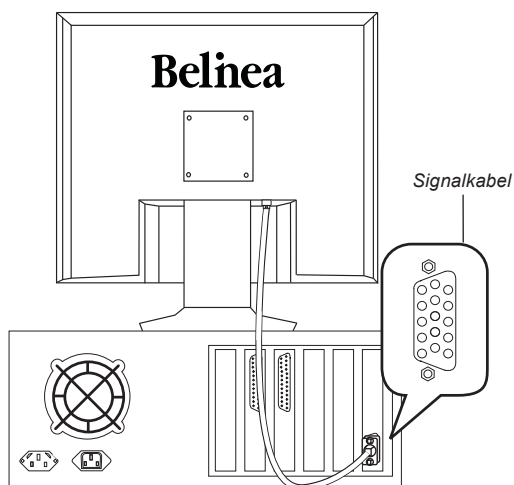

Abbildung 2. Monitor an den PC anschließen
2. Schließen Sie das 15-polige Signalkabel an den PC an (siehe Abb. 2).